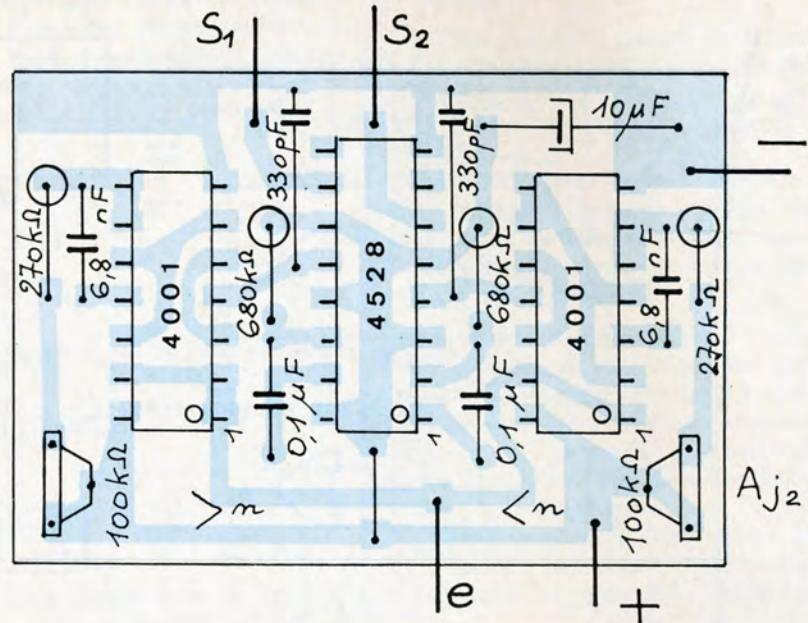

Fig. 13. - Pose des composants de la « boîte à relais ».
c) Pose des composants (voir fig. 13). Rien de particulier, hormis les précautions classiques.